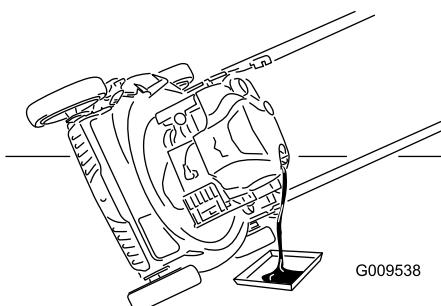

Рисунок 20
7. Переверните машину на одну сторону так, чтобы маслозаливная горловина была направлена вниз, для слива отработанного масла через маслозаливную горловину на поддон для сбора масла (Рисунок 20).